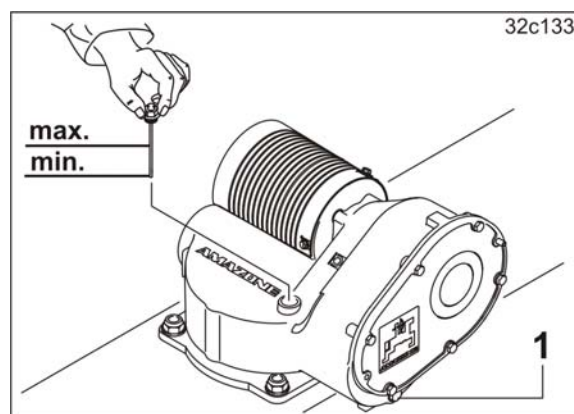

Fig. 178
2. Desfaceți șurubul de evacuare a uleiului (Fig. 178/1).